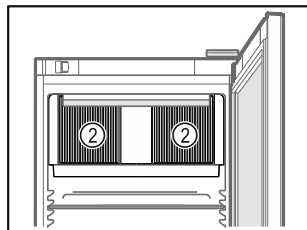

Fig. 76
- Pidä sisätilassa olevan kiertoilmapuhaltimen tuuletusraot Fig. 76 (2) vapaina.